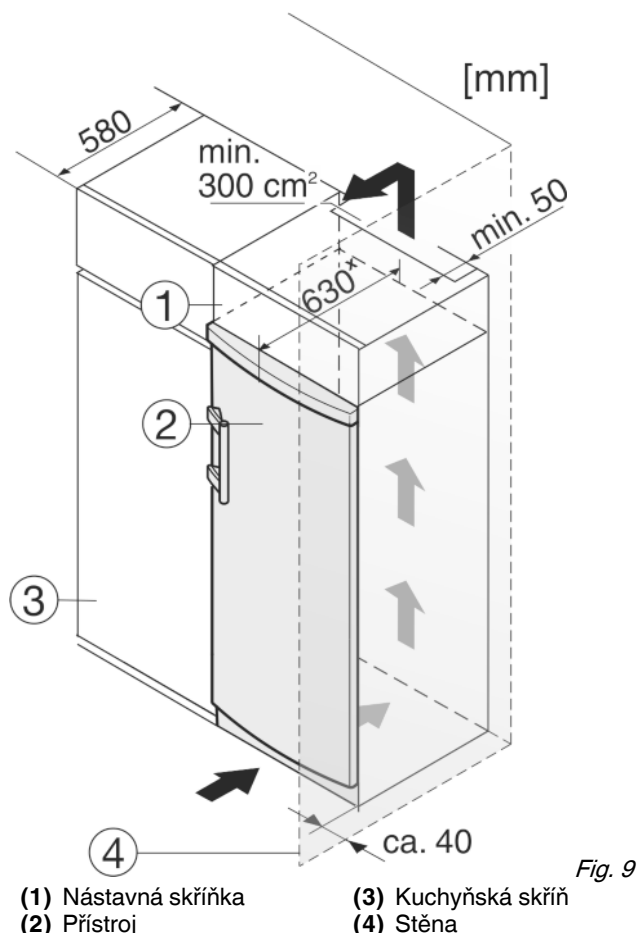

Fig. 9
- (1) Nastavná skříňka (2) Přístroj (3) Kuchyňská skříň (4) Stěna
Zařízení lze zabudovat do vybavení kuchyně. K vyrovnání přístroje Fig. 9 (2) na výšku kuchyňské linky lze na přístroj nasadit odpovídající nástavec Fig. 9 (1).
Při montáži do kuchyňských skříní (hloubka max. 580 mm) lze přístroj instalovat hned vedle kuchyňské skříně Fig. 9 (3). Přístroj přesahuje přední stěnu kuchyňské skříně na stranách o 34 mm* a uprostřed o 50 mm*.
Když se přístroj instaluje závěsy vedle stěny Fig. 9 (4), musí být vzdálenost přístroje od stěny alespoň 40 mm. To odpovídá přesahu madla při otevřených dveřích.